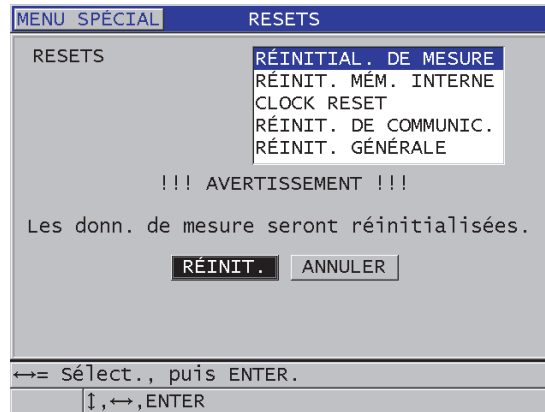

Figure 15-1 Activation d'une fonction de réinitialisation
3. Dans l'écran **RESETS** (RÉINITIALISATIONS) [Figure 15-1 à la page 307], faites ce qui suit :